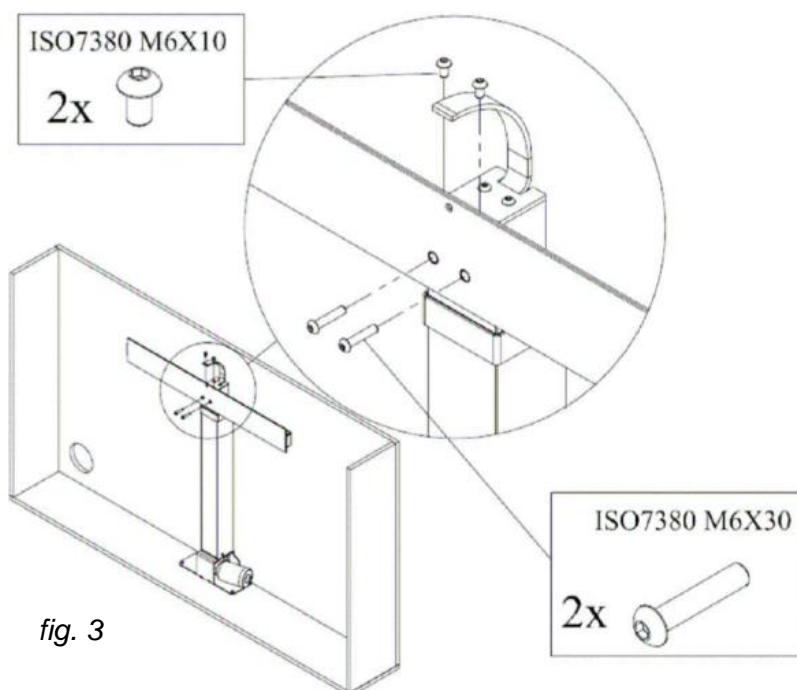

fig. 3
25. À l'aide des vis fournies, fixez la poutre horizontale à la colonne (fig. 3)